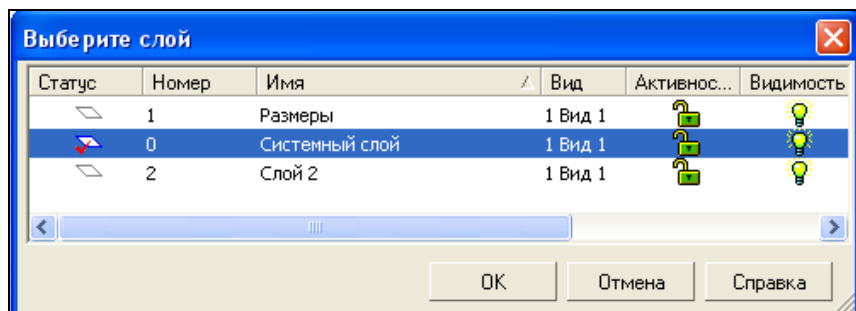

Рис. 13.11. Диалоговое окно **Выберите слой**
- ◆ из меню выберите команду **Изменить слой**. Система выведет на экран диалоговое окно **Выберите слой** (рис. 13.11);